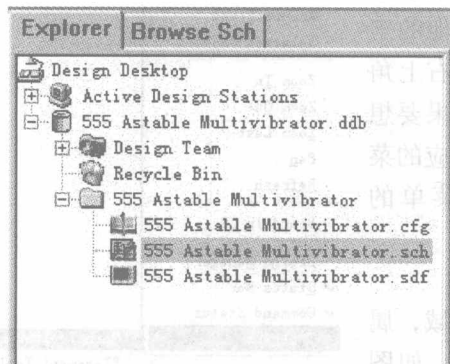

图 1-12 文件管理器
(1) 文件管理器 文件管理器用于管理设计数据库文件，如图 1-12 所示。通过文件管理器和设计窗口结合使用，可以方便地对设计数据库进行管理。在文件管理器中用户只要双击一个文件，在设计窗口中就会打开相应的编辑器对该文件进行编辑。如果某个文件已经处于打开状态，则只需在文件管理器中单击该文件，就可以直接调出相应的编辑器。